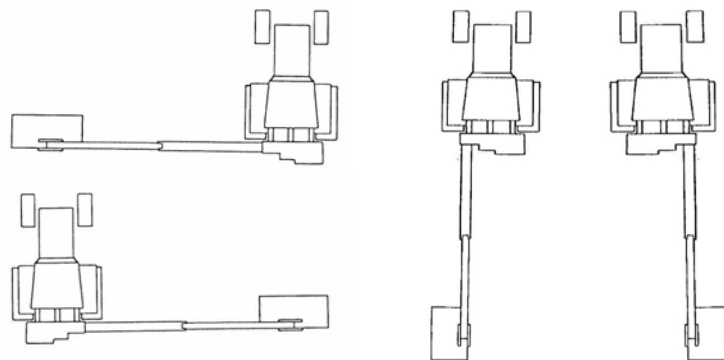

Fig. 35
- Abrir completamente la máquina ("Fig. 35");
- Abrir completamente a máquina ("Fig. 35");
- Aprire completamente la macchina ("Fig. 35");
- Open completely the machinery ("Fig. 35");
- Ouvrir complètement la machine ("Fig. 35");
- Die Maschine vollständig zu öffnen ("Fig. 35");